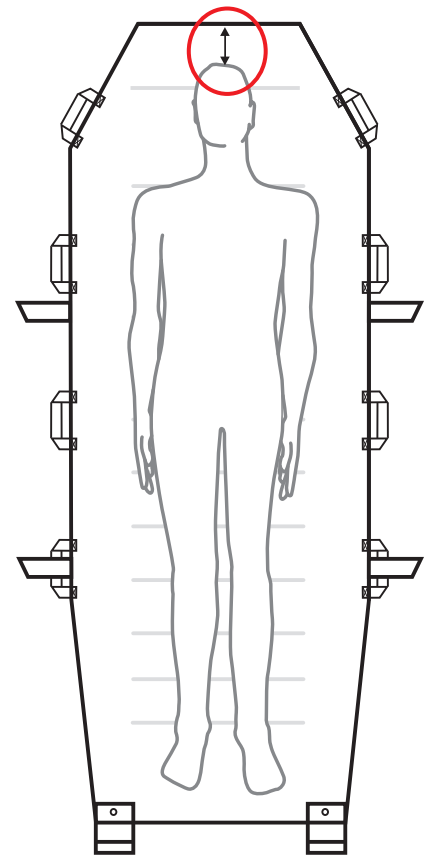

Fig. 7
- Plejemodtagerens hoved skal anbringes ca. 150 mm (6") fra toppen af *Maxi Air*-madrassen. Sørg for, at plejemodtageren hviler komfortabelt imod puden under forflytningen, se "Fig. 7".